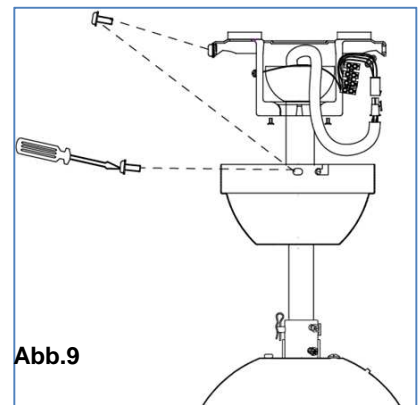

Abb.9
- Decken Sie die Halterung mit der Abdeckung ab. Die Verkabelung befindet sich nun unter der Abdeckung und Sie sollten darauf achten, dass diese in diesem Schritt nicht beschädigt wird. Sichern Sie die Abdeckung an der Halterung der Deckenstange mittels der mitgelieferten Schrauben. Abb. 9